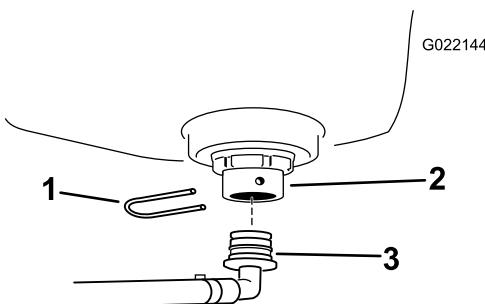

Bild 12
2. Bringen Sie die Schlauchzahnung des Spülbehälters am Schottanschlussstück an und befestigen es mit einer Befestigungsgabel (Bild 12). Drehen Sie das Anschlussstück so, dass es nach hinten zeigt.